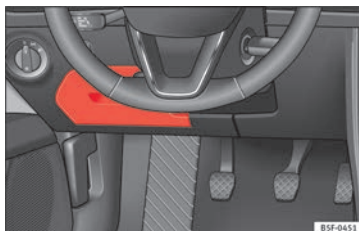

Bild 101 På instrumentbrädan på förarsidan: säkringsdosans lock
- **Öppna:** Fäll ned locket » **bild 101**.